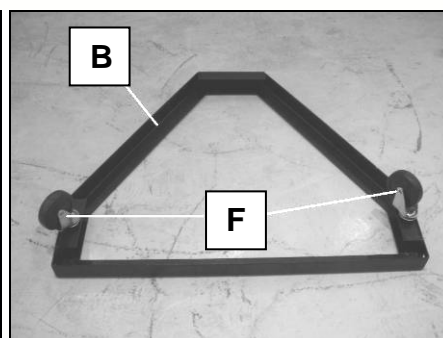

Fig 16
- Sous le bras principal (B), fixez les 2 roulettes multidirectionnelles (F) avec les écrous M10 et les rondelles de 10mm (Fig 16).